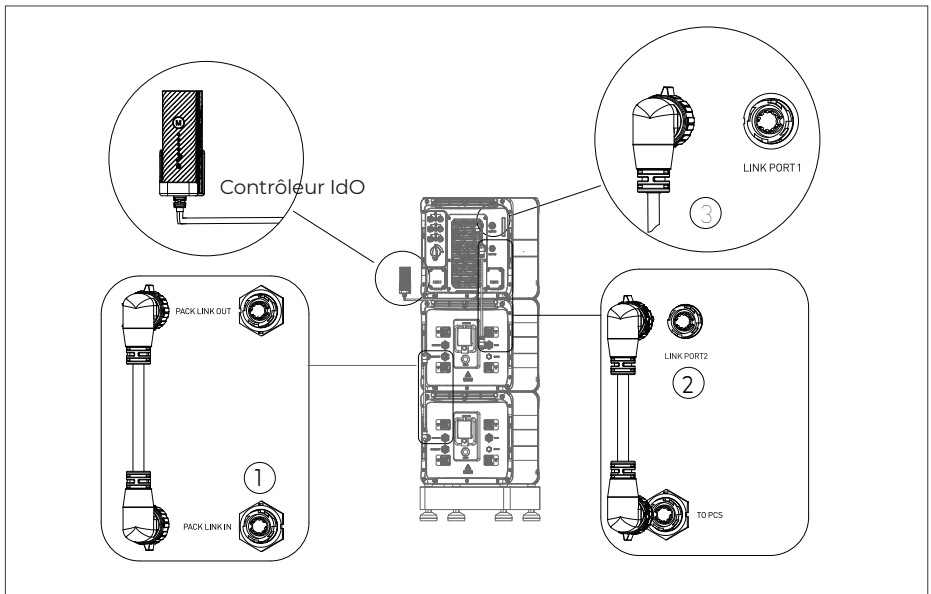

Figure 6-10
Un câble de communication est nécessaire pour raccorder les deux blocs-batteries B500. Branchez une extrémité du câble au port Link-in du B500 et l'autre au port Link-out du B500 du haut. Voir Figure 6-10 ①.
Pour la communication entre l'onduleur EP760 et les blocs-batteries B500, branchez une extrémité du câble de communication sur le port de signal de l'onduleur B500 du haut (PCS LINK) et l'autre sur le port LINK PORT 2 de l'onduleur EP760. Voir Figure 6-10 ②.
Connectez le contrôleur IdO à l'onduleur EP760. Voir Figure 6-10 ③.